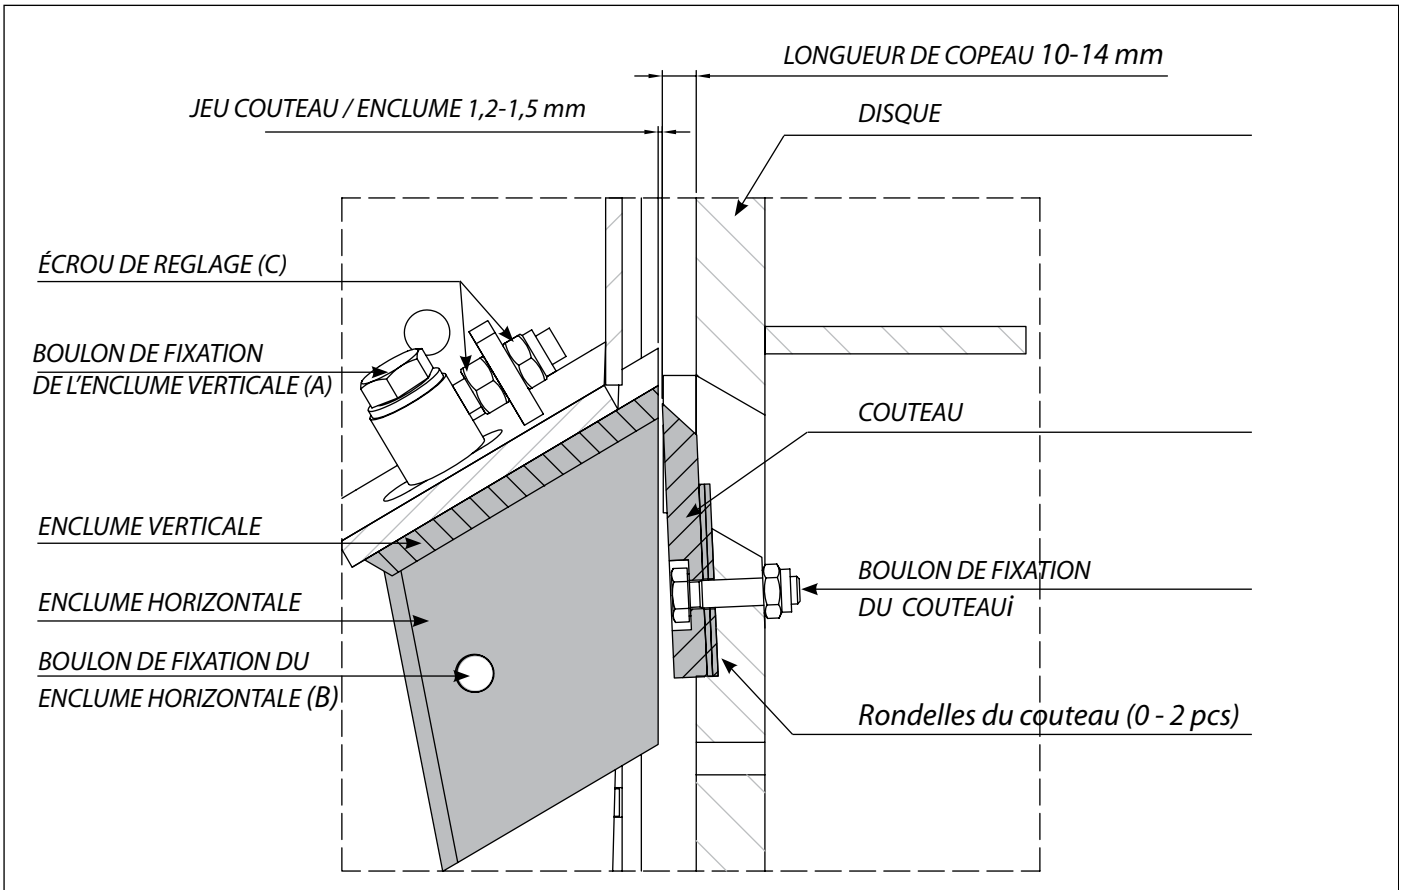

Fig. 19. Coupe transversale du disque et des couteaux / enclumes
1. Desserrez les vis de serrage M16 (A) et (B) de l'enclume. Voir la fig. 19.
2. Tournez le disque de coupe de sorte que le bord avant du couteau soit à l'opposée de l'enclume verticale. Glissez un calibre à lame entre les couteaux. Ajustez le jeu de l'enclume verticale avec les écrous de réglage M12 (C) à 1,2 - 1,5 mm.
3. Serrez les écrous de réglage (C) et les vis de serrage de l'enclume (A).
5. Serrez la vis de serrage (B).